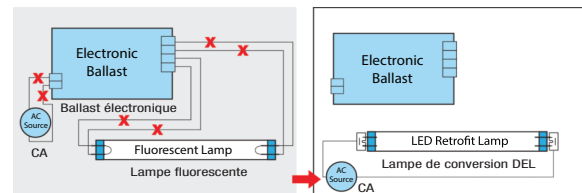

Fig. 2B Retrofit with one lamp / Modernisation avec une lampe
6. Wire using appropriate wiring diagram (Fig. 2B - 4B).
6. Câbler en utilisant le schéma de câblage approprié (Fig. 2B - 4B).